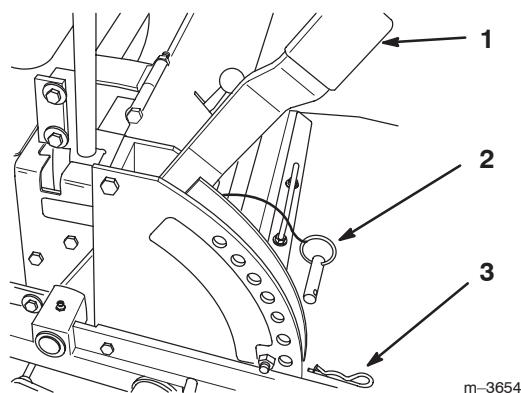

Figure 11
1. Relevez le levier de sélection de hauteur de coupe en position de transport (qui correspond aussi à la hauteur de coupe de 114 mm [4-1/2 pouces]) (Fig. 11).
2. Pour changer de hauteur de coupe, retirez la goupille fendue et l'axe de chape du support de hauteur de coupe (Fig. 11).
3. Placez l'axe de chape dans le trou du support correspondant à la hauteur de coupe voulue (Fig. 11).
4. Fixez l'axe de chape avec la goupille fendue (Fig. 11).